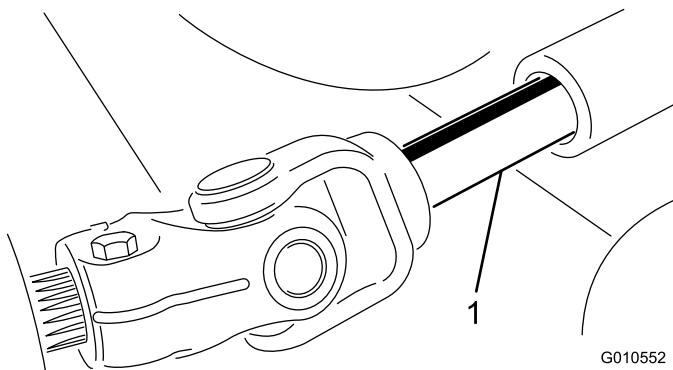

Figura 22
5. Aleje la unidad de corte de la unidad de tracción, separando las secciones macho y hembra del árbol de la TDF (Figura 22).
- Introduzca el árbol macho de la TDF en el árbol hembra de la TDF (Figura 22).